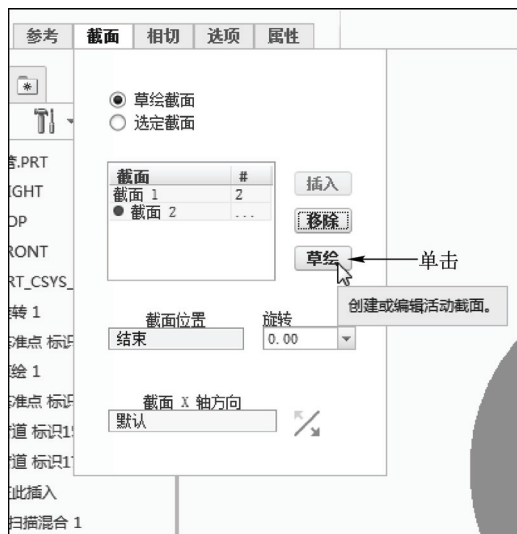

图 6-78 单击相应按钮
STEP 06 单击“关闭”面板中的“确定”按钮 ✓，完成截面绘制并退出草绘环境，在“截面”下滑面板中依次单击“插入”按钮和“草绘”按钮，如图 6-78 所示。